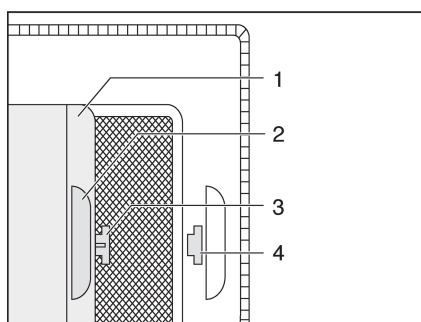

Fig. 43 Persiana oscurecedora enrollable
- Tirar de la persiana oscurecedora enrollable (Fig. 43,1) por el asidero (Fig. 43,2) y enganchar el gancho (Fig. 43,3) en el orificio (Fig. 43,4).
- Sacar el gancho (Fig. 43,3) del orificio (Fig. 43,4) y devolver a su posición la persiana oscurecedora enrollable.